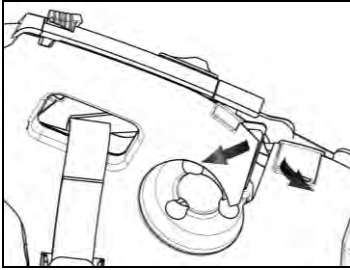

Fig. 16
- Soulevez le revêtement en plastique de la joue (Fig. 16).